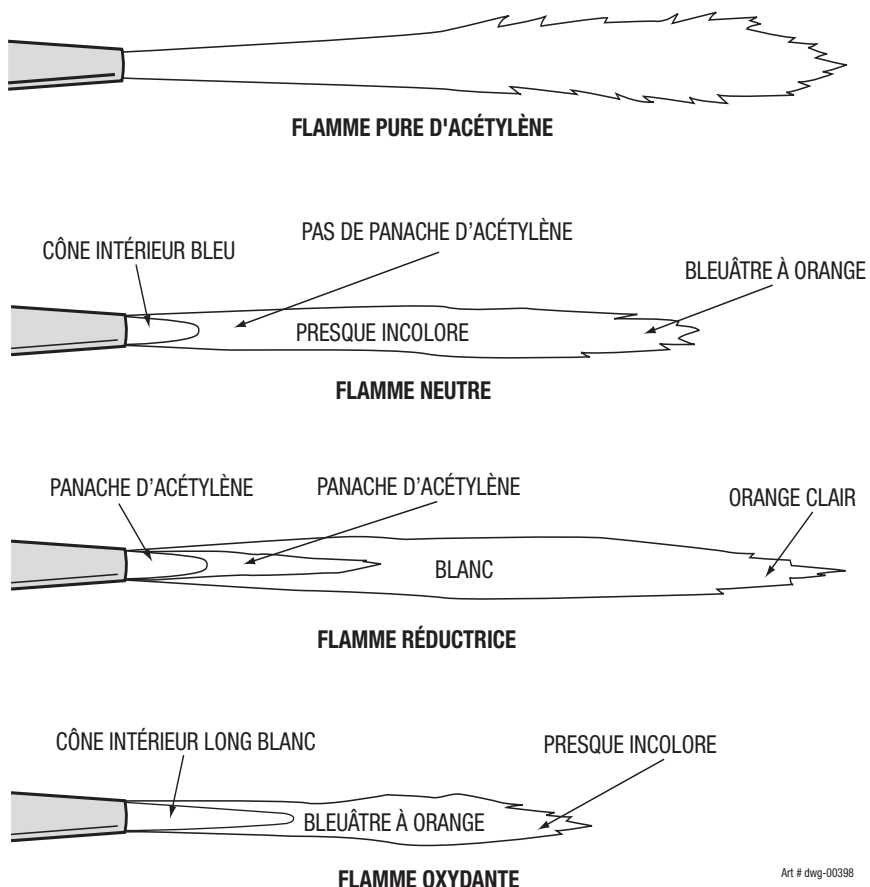

Figure 12: Flammes de soudage à l'acétylène
8. Ouvrez le robinet d'oxygène du chalumeau jusqu'à l'apparition d'une flamme neutre vive. (voir la figure 12).